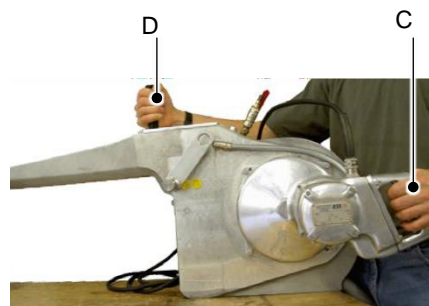

Fig. 6.2 – Encender sierra de cinta (monomaneal)
**EFA SB 287 E, EFA SB 298 E, EC – véase fig. 6.2 –**